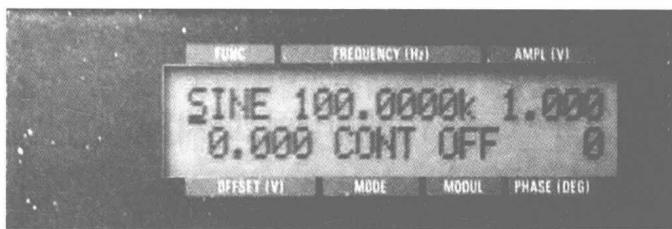

图 1.5 屏幕显示窗
- ⑤ 光标左、右移动键(《、》):用以改变屏幕上光标的左、右位置。
- ⑥ 光标上、下移动及数值增减键(︽、︽):用以改变屏幕上光标的上、下位置及改变数值。
- ⑦ 信号输出端口:输出阻抗为  $50\Omega$ 。其上方有一输出开关,开关按下时,输出端口可输出波形,CH1 指示灯亮。
- ⑧ 输出幅度设置键(AMPL):幅度设置范围为 50 mV 至 10.00 V(峰峰值),当输出端接  $50\Omega$  欧姆负载时,输出幅度与屏幕上显示的值相一致。
- ⑨ 外触发输入端口:输入阻抗为  $10\text{ k}\Omega$ 。
- ⑩ 相位设置键(PHASE)。
- ⑪ 直流偏置设置键(OFFSET)。
- ⑫ 设置存储/调出键。
- ⑬ 输出信号频率设置键(FREQ)。
- ⑭ 参数输入键:包括波形选择键(FUNC)、模式键(MODE)、调制选择键(MODUL)。
- ⑮ 屏幕显示窗:显示窗显示的内容如图 1.5 所示。